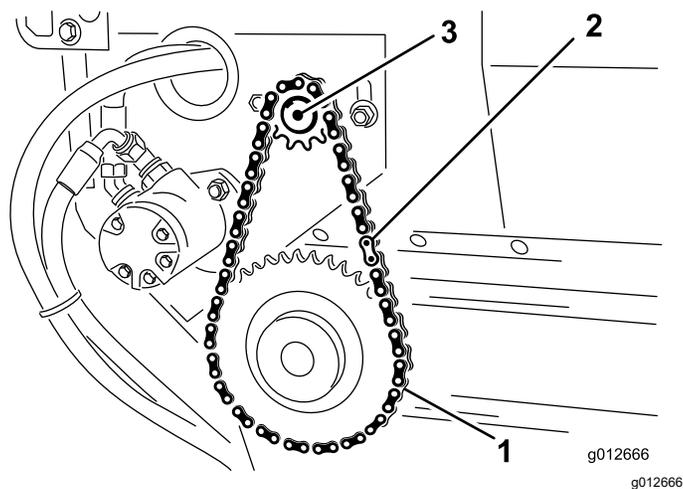

**Рисунок 39**
- Установите крышку цепи (Рисунок 39).